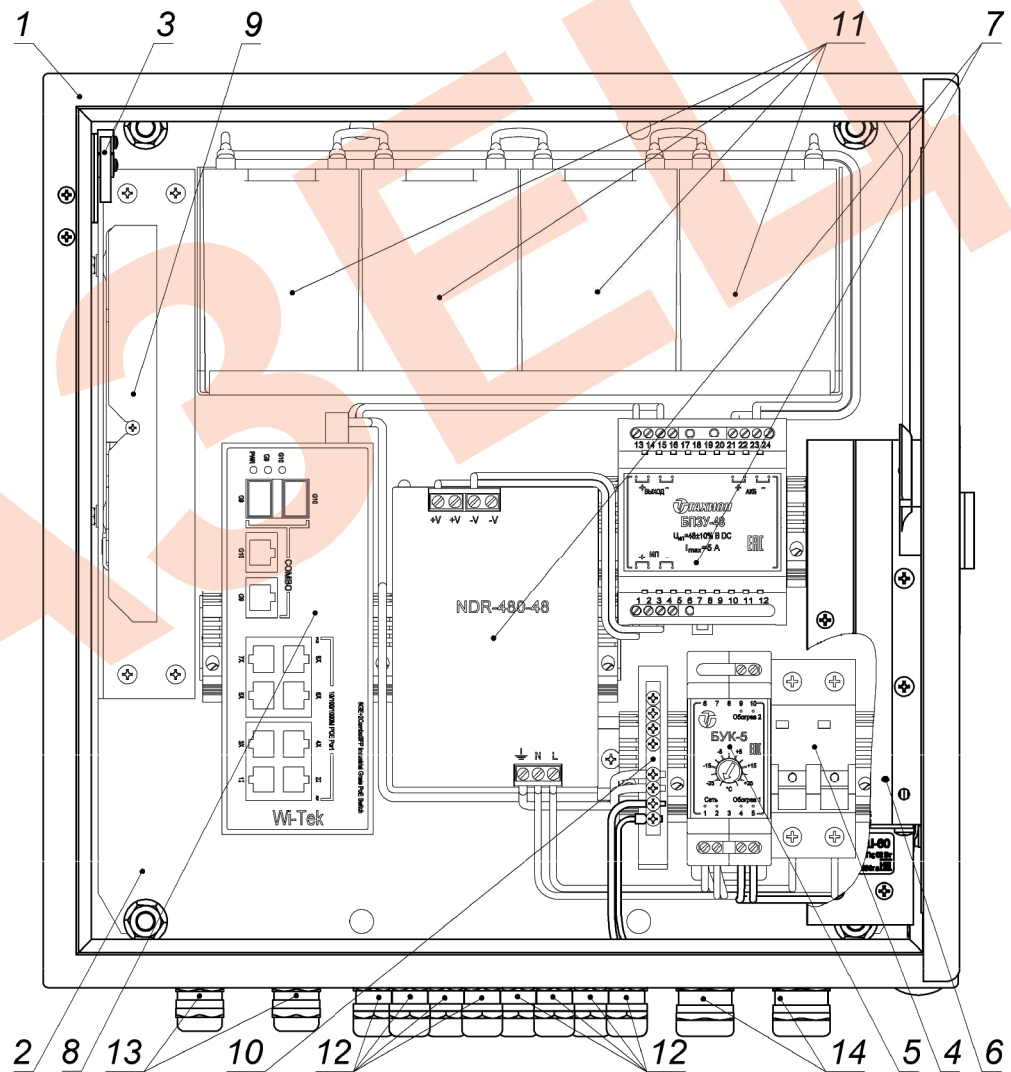

Рис. 2. Устройство термощафа (дверь открыта на 90°)
1. Заземлить изделие при помощи болта заземления (БЗ) (рис.2).
6. Подключить кабель питания к входу автомата питания S1 (сечение подключаемых проводов до 25 мм2), при этом фазный провод (L) соединить с контактом 1, нулевой провод (N) с контактом 3.